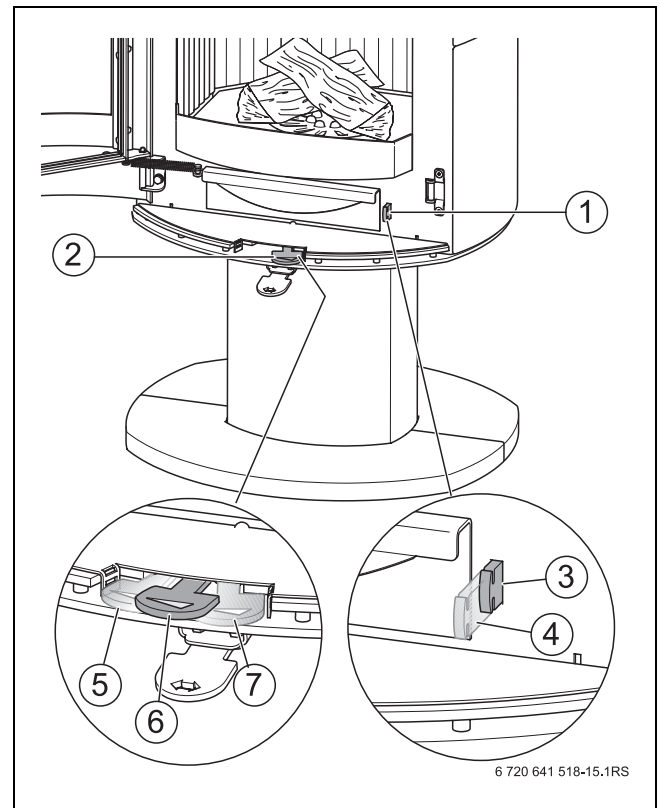

Рис. 4 Заслонка воздуха для горения и заслонка решётки
Заслонка (→ рис. 4, [2], стр. 9) предназначена для регулировки подачи первичного и вторичного воздуха.
Заслонка решётки (→ рис. 4, [1], стр. 9) может применяться для регулирования подачи первичного воздуха (воздуха для горения).
Заслонка решётки остаётся задвинутой (→ рис. 4, [3], стр. 9).
- ▶ Когда дрова сгорят до углей и больше не видно пламени, то закройте заслонку воздуха для горения (→ рис. 4, [5], стр. 9). Угли будут медленно гореть с минимальным количеством воздуха.